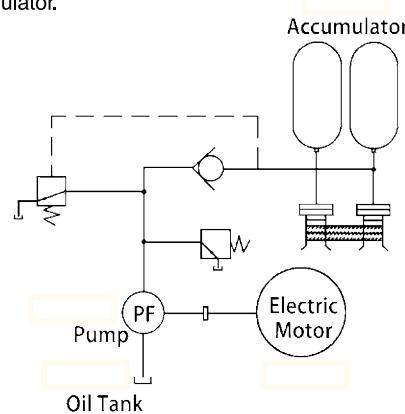

Fig.5
4. La instalación de un acumulador compensa el cambio de volumen causado por las diferencias de temperatura, limitando así la presurización dentro de un sistema cerrado. Esto aumenta la vida útil de las válvulas, la arandela, el manómetro, etc. Las aplicaciones comunes se encuentran en refinerías y tuberías (Fig.5).
4. The installation of an accumulator compensates for the change in volume caused by temperature differences, thus limiting over pressurization inside a closed system. This increases the life of the valves, washer, gauge etc. Common applications are found in refineries and pipelines (Fig.5).